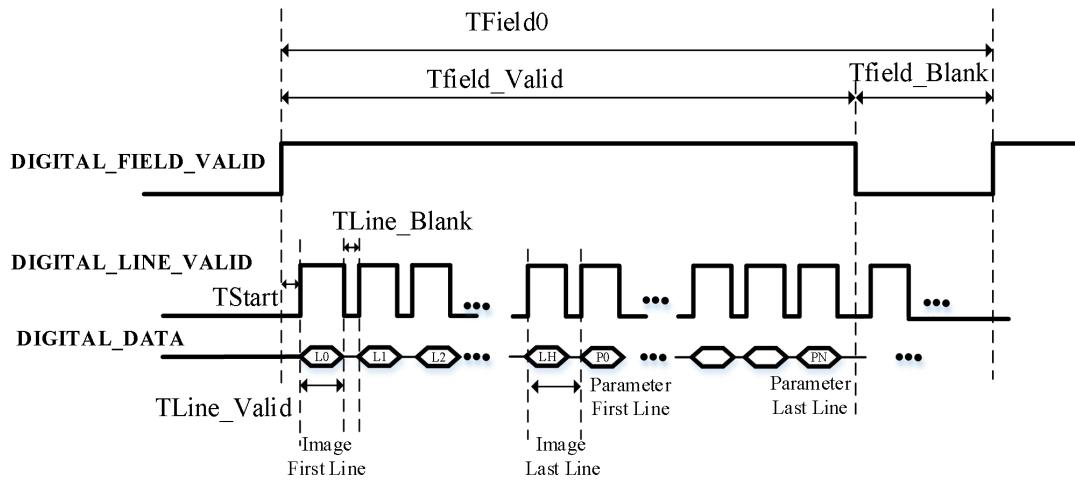
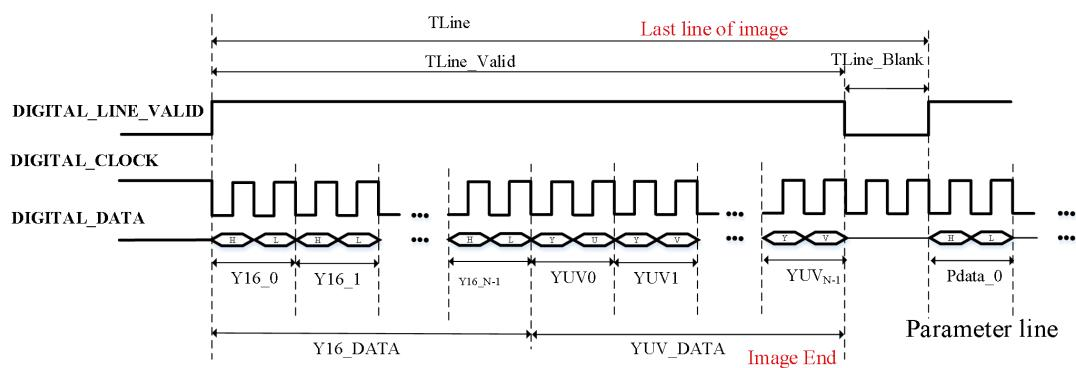
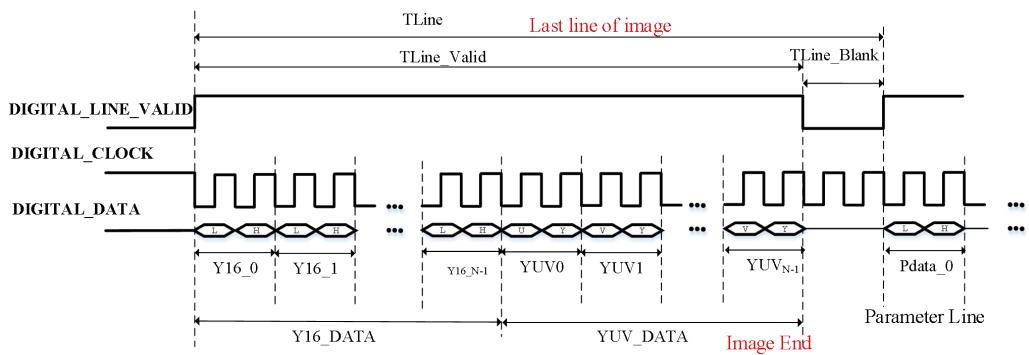

图 16 YUV422+RAW16+参数行时序图
图 17 YUV422+RAW16 (MSB)+参数行与数据时序图
图 18 YUV422+RAW16 (LSB) + 参数行与数据时序图
d) 数据源为 RAW16+参数行+YUV422 的时序关系图时序如图 16 图 17 图 18 所示(CMOS8):